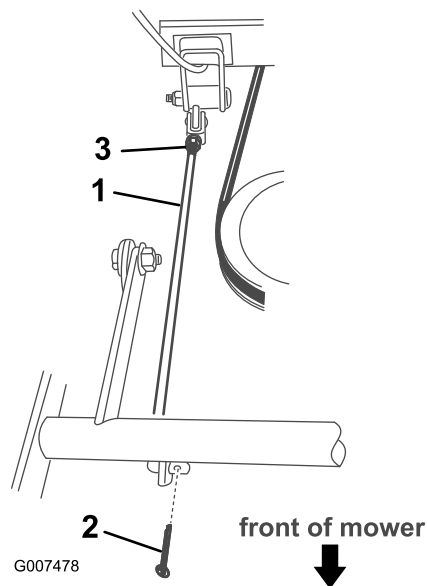

Figura 35
7. Togliete la coppiglia dal lato anteriore dell'asta di regolazione (Figura 35).
8. Allentate il dado sul lato posteriore dell'asta di regolazione (Figura 35).